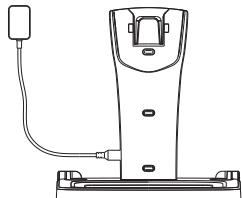

Fig. 5-1b
2. För in den stora änden av adaptorn i eluttaget och anslut sedan strömkällan väl. (se Fig. 5-1b)